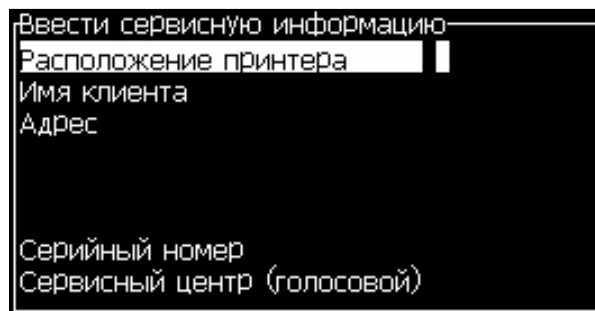

Рисунок 4-22: Диалоговое окно *“Enter Service Information”* (ввод информации по обслуживанию)
- 2 Выберите опцию *“Enter Service Information”* (ввод информации по обслуживанию), и нажмите кнопку *“Enter”* (ввод). Появится диалоговое окно *“Enter Service Information”* (ввод информации по обслуживанию) (смотрите Рисунок 4-22).